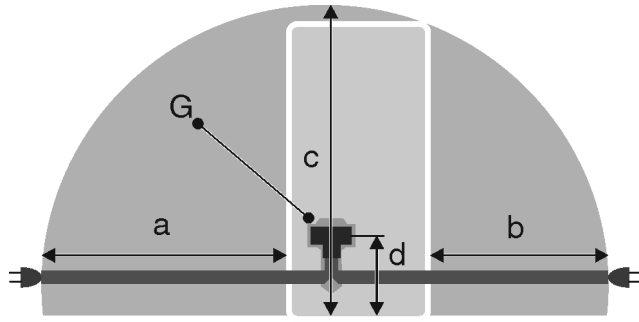

Fig. 55 Ψυγεία/ψυγείοκα ταψύκτες / κα ταψύκτες / συσκευές BioFresh\*
- Η πρίζα δεν βρίσκεται πίσω από τη συσκευή, αλλά στις περιοχές a ή b Fig. 55 (a, b, c).
- ▶ Εισάγετε το φις της συσκευής Fig. 55 (G) στην πίσω πλευρά της συσκευής. Βεβαιωθείτε ότι έχει κουμπώσει σωστά.